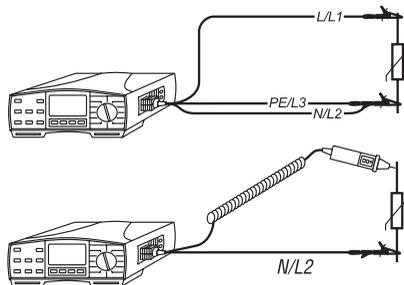

Bild 87: Anschluss der Messleitungen
- ▶ Die Messleitungen mit dem Prüfling gemäß Bild 87 verbinden. Falls gewünscht kann mit der Taste 'HILFE' diese Anschlussinformation direkt am Messgerät abgerufen werden, mehrfaches Drücken der Taste 'HILFE' zeigt verschiedene Anschlussmöglichkeiten an.